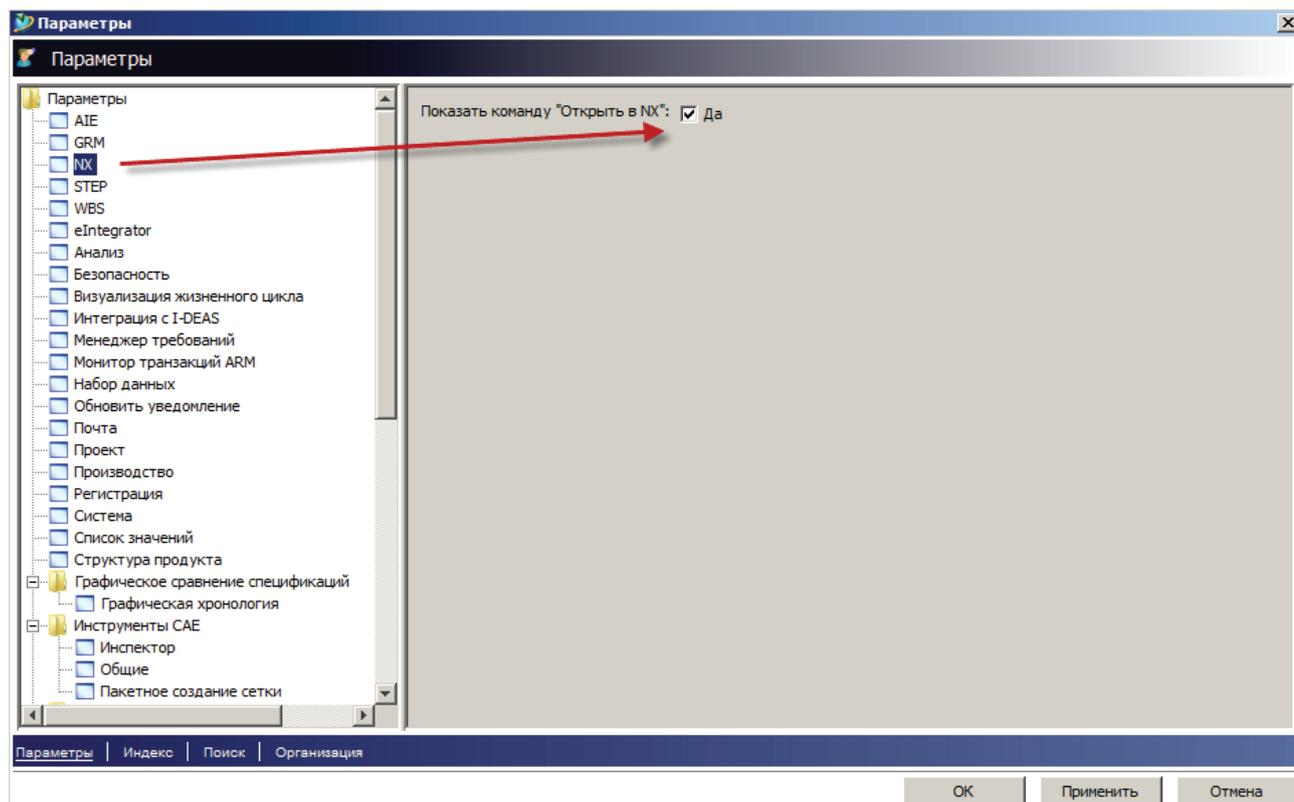

Рисунок 11.3
- в левой части диалогового окна **Параметры** нужно выбрать раздел **NX**, включить настройку **Показать команду «Открыть в NX»** и нажать кнопку **ОК** (рис. 11.3).